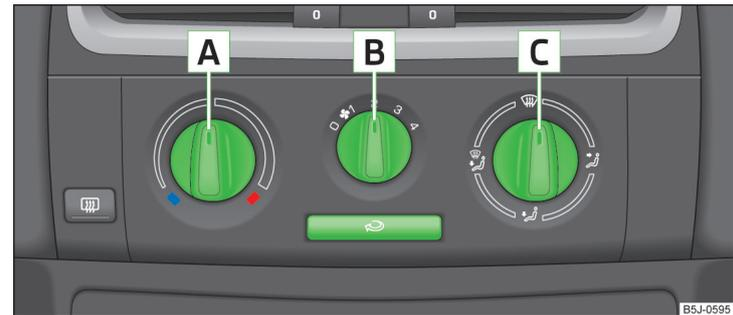

Abb. 95 Heizung: Bedienelemente
Die Luftzufuhr für die einzelnen Luftaustrittsdüsen mit dem Luftverteilungsregler **C** » Abb. 95 auf Seite 89 einstellen.
**Funktionen der einzelnen Bedienelemente » Abb. 95:**
Die Bedienelemente **A** und **C** » Abb. 95 können auf jede beliebige Zwischenstellung eingestellt werden.
Durch Drehen des Luftverteilungsreglers  » Abb. 95 auf Seite 89 in die Position  wird der Umluftbetrieb automatisch ausgeschaltet. Durch wiederholtes Drücken der Symboltaste  kann auch in dieser Stellung der Umluftbetrieb wieder eingeschaltet werden.